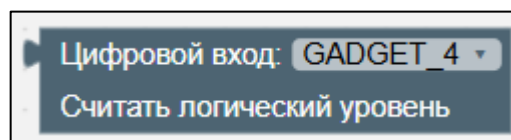

Рисунок II-44 – Блок «Цифровой вход. Считать логический уровень»
7. Блок «Цифровой вход. Считать логический уровень» (см. Рисунок II-44).